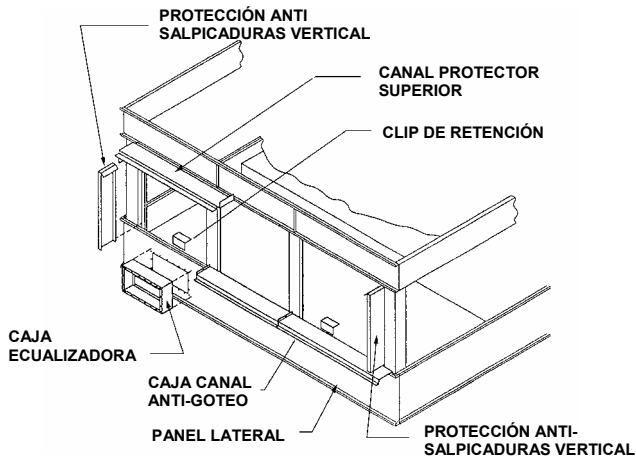

Figura 8 - Canal Anti-Goteo y Protección Contra Salpicaduras para Modelos 4,9 – 5,3 y 7,3 Metros de Ancho
11. Situar la protección contra salpicaduras vertical entre los soportes verticales de las bandejas. Fijar protección mediante los tornillos de 8 mm rosca chapa con arandelas de goma. Para unidades de acero inoxidable, usar tornillos y tuercas de 8 mm de acero inoxidable. (Ver figura 8.)